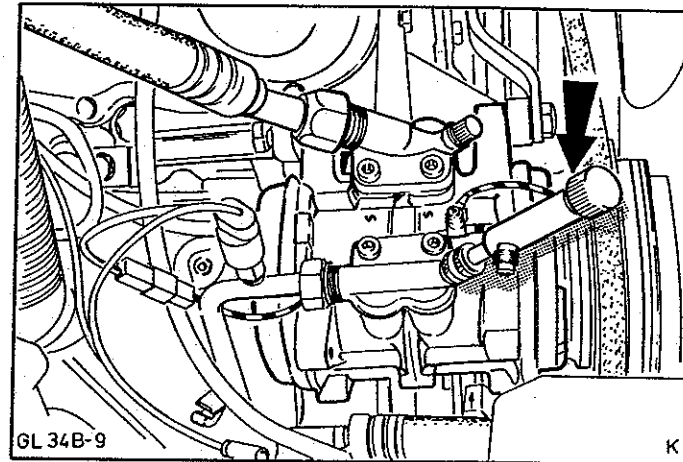

Abb.57 Kältemittel über Druckventil am Kompressor mit Ventilkernentferner ablassen
1. Kältemittel über Druckventil am Kompressor mit Ventilkernentferner langsam ablassen, Abb.57.